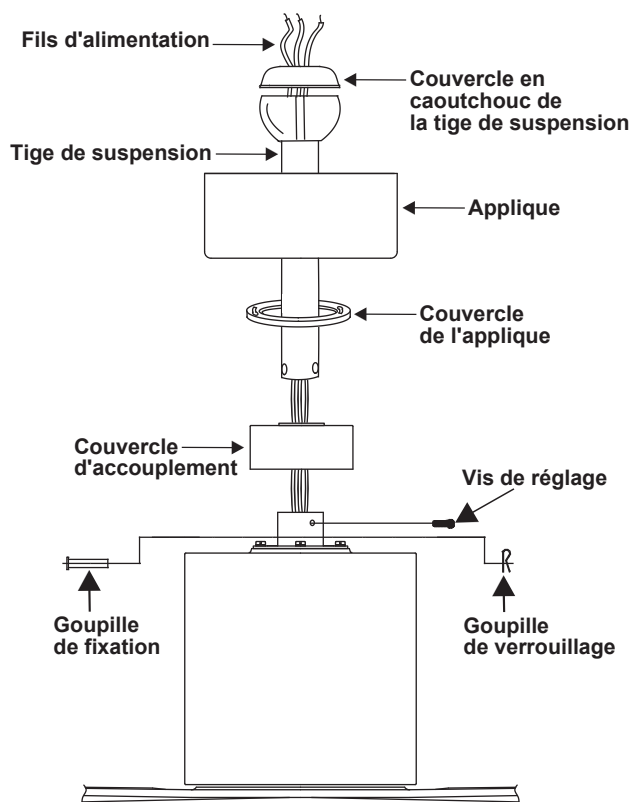

Figure 11
5. Desserrez les deux vis de réglage et retirez la goupille de fixation et la goupille de verrouillage de l'arbre central/accouplement supérieur de l'assemblage du moteur. Cela permettra à la tige de suspension d'entrer dans l'arbre central. (Fig. 11)
6. Acheminez les fils sortant du haut du moteur du ventilateur à travers le couvercle d'accouplement, le couvercle de l'applique et l'applique, puis à travers la boule/tige de suspension. Placez le couvercle en caoutchouc de la tige de suspension sur la boule de suspension (Fig. 11)
7. Alignez les trous au bas de la tige de suspension avec les trous dans le collier sur le dessus du carter du moteur. Insérez soigneusement la goupille de fixation à travers les trous du collier et de la tige de suspension. Veillez à ne pas coincer la goupille contre le câblage à l'intérieur de la tige de suspension. Insérez la goupille de verrouillage dans le trou près de l'extrémité de la goupille de fixation jusqu'à ce qu'elle s'enclenche dans sa position verrouillée. (Fig. 11)